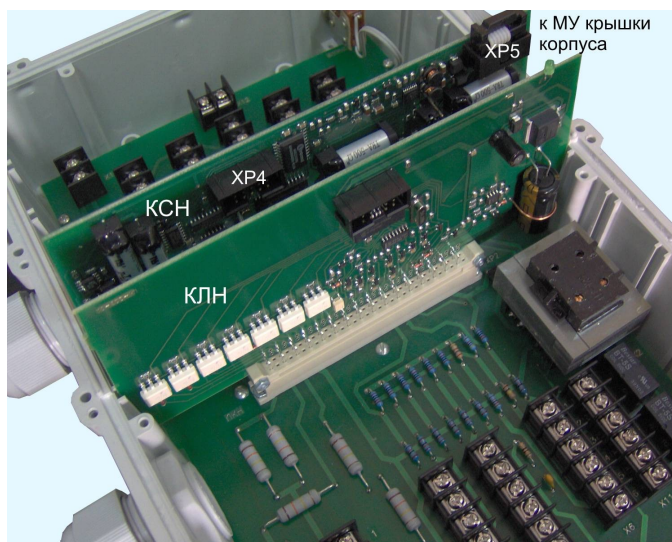

Рисунок 10 - Установка плат КСН и КЛН.
1) Установить на коммутационную плату блока БДК-Л-4М2, БДК-Л-3М2 контроллеры КСН и КЛН (рисунок 10).